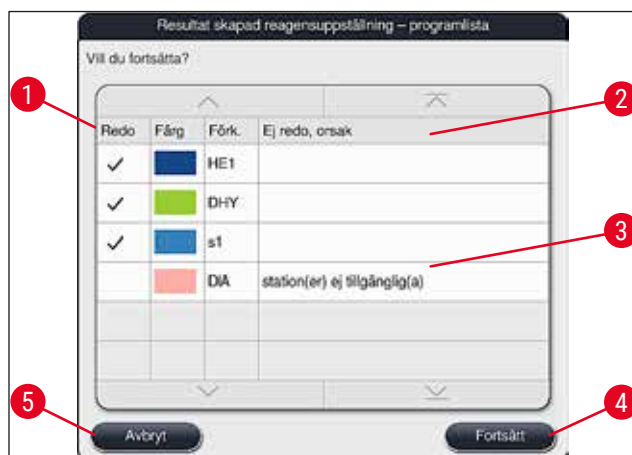

Bild 52
- Om fler program har valts än vad som kan integreras i reagensuppställningen informeras användaren i fönstret **Resultat av reagensuppställningsgenerering** (→ "Bild 52"). Program som har integrerats markeras med en bock i kolumnen **Redo** (→ "Bild 52-1").